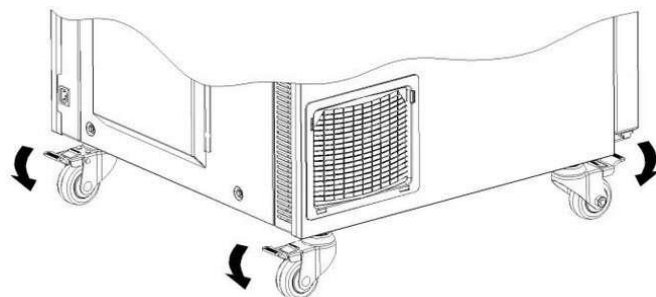

Fig. 5
- Les dispositifs de verrouillage des deux roulettes avant doivent être activés, lorsque le produit est installé (voir Fig.5)